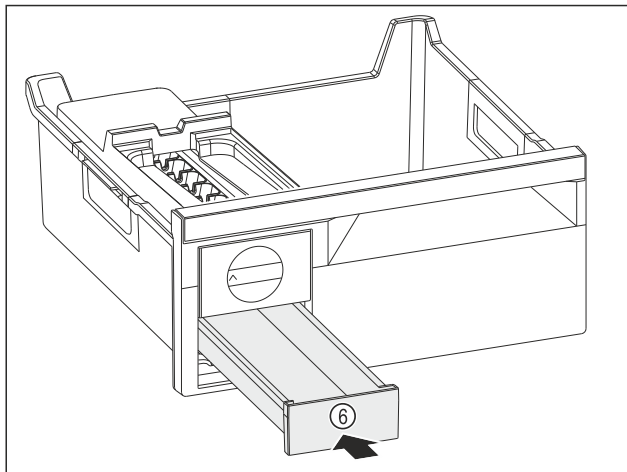

Fig. 81
- Eiskubus-Schubfach Fig. 81 (6) einschieben.